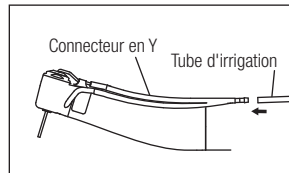

Fig. 9
- 2) Raccordez fermement le tube d'irrigation au connecteur en Y.(Fig.9)